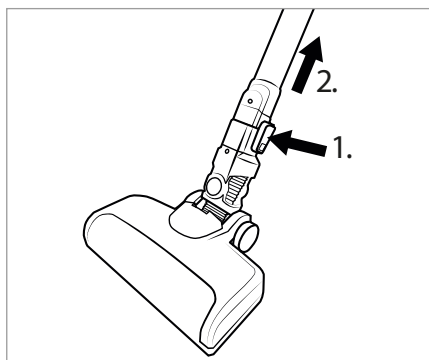

Fig. 12
- ♦ Para remover a escova para chão **21** do tubo de aspiração **23**, mantenha o botão de desbloqueio da escova para chão **22** pressionado e puxe o tubo de aspiração **23** da escova para chão **21** (ver fig. 12).